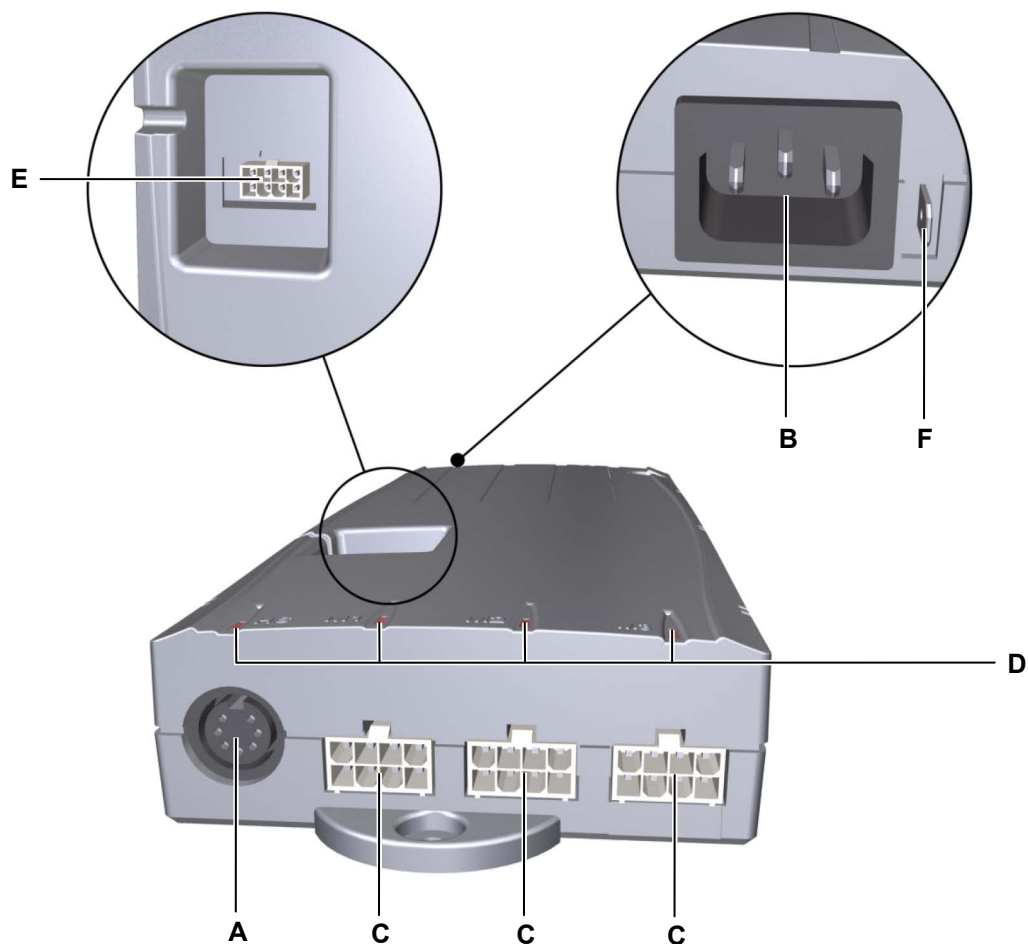

Abbildung 33 Anschlüsse an der Steuerung COMPACT
- 7 Verbinden Sie die Verbindungsleitung des Prozessors mit der Steuerung COMPACT (siehe Abbildung 33).